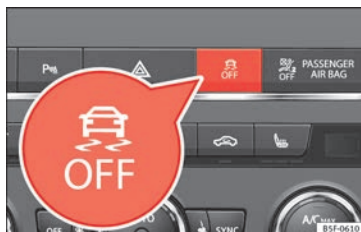

Fig. 197 Console centrale : Touche d'Activation/de désactivation de l'ESC et de l'ASR
- Appuyer sur la touche  » **fig. 197** pendant environ 1 seconde pour activer le mode ESC Sport.
- Appuyer sur la touche  » **fig. 197** pendant environ plus de 3 secondes permet de désactiver le programme électronique de stabilité (ESC), y compris la fonction ASR. Le témoin  s'allume et le texte **ESC OFF** s'affiche en permanence sur l'écran du tableau de bord.
- La fonction ASR et l'ESC sont réactivées en appuyant sur la touche  » **fig. 197**.